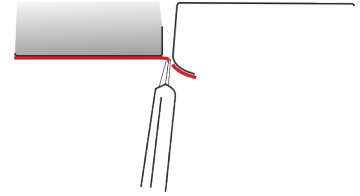

Abbildung 31
- › Nach dem Zuschnitt bleibt ein überstehender Folienrand von 2 bis 3 mm. (Abb. 31)